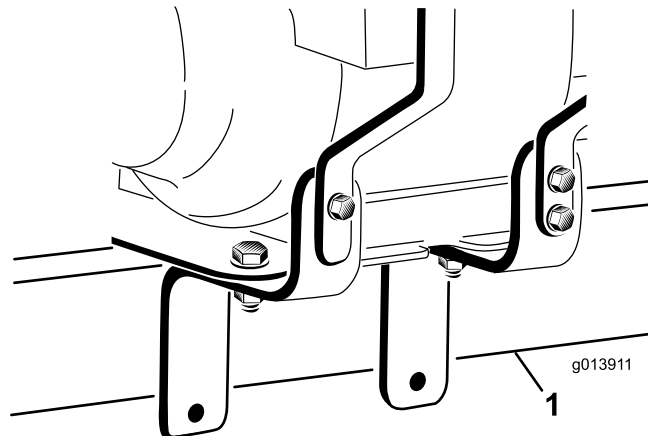
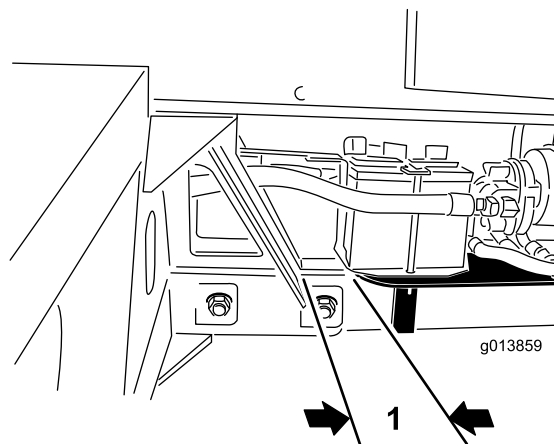

Bild 5
Bild 6
1. Batteriebefestigungsband 2. Batteriebefestigungsschraube (2)
19. Da der Motor schwer ist, kann die Platzierung dieses Teils schwer sein. Setzen Sie den Motor (mit einer anderen Person) auf das Anbauvorrichtungrohr des ProPass. Stellen Sie sicher, dass die Motorbefestigungshalterungen beiderseits vom Anbauvorrichtungrohr (Bild 5) liegen, und dass die Rückseite der Motorbefestigungsplatte ca. 25 mm vom Anschluss des ProPass-Anbauvorrichtungrohr ist (Bild 6).